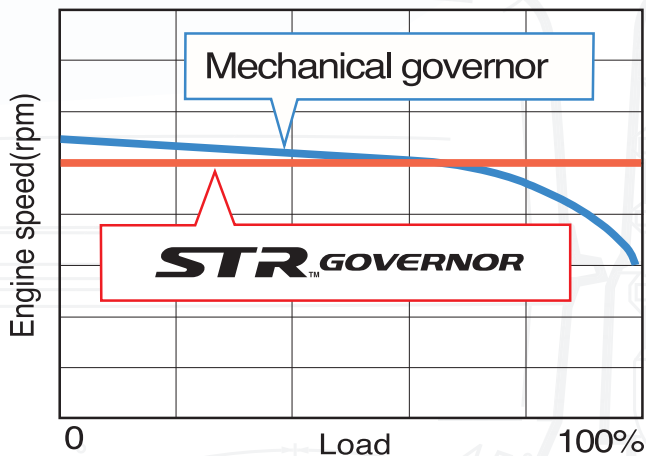

Fig. 1
- Régime constant en fonction de la charge variable (Fig. 1).
- Velocità del motore costante in condizioni di carico variabili (Fig. 1).